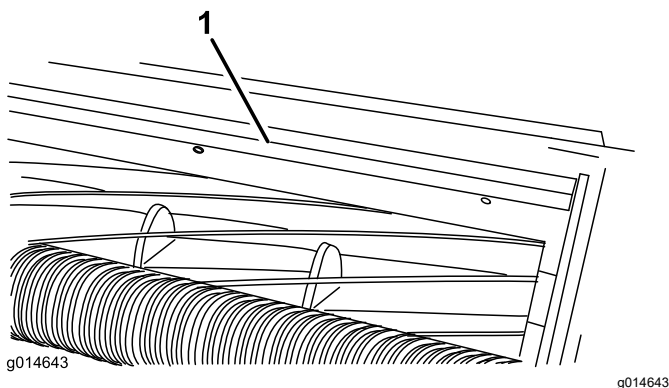

Рисунок 4
1. Ослабьте винты крепления верхней планки (Рисунок 4) к режущему блоку.